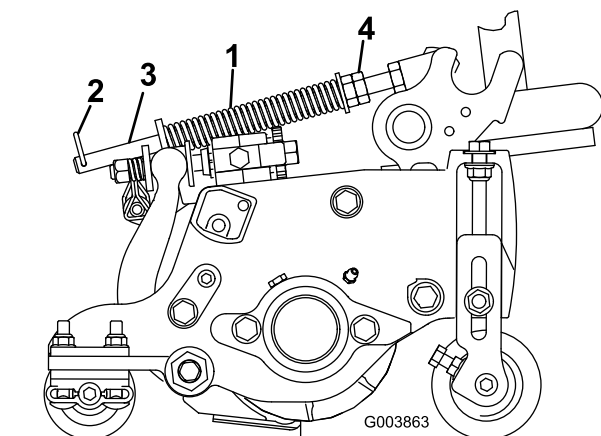

Figure 23
1. Vérifiez que la goupille fendue est insérée dans le trou de la tige de ressort (Figure 23).
2. Serrez les écrous hexagonaux à l'extrémité avant de la tige de ressort jusqu'à ce que la longueur du ressort comprimé soit égale à 15,9 cm ; voir Figure 23.